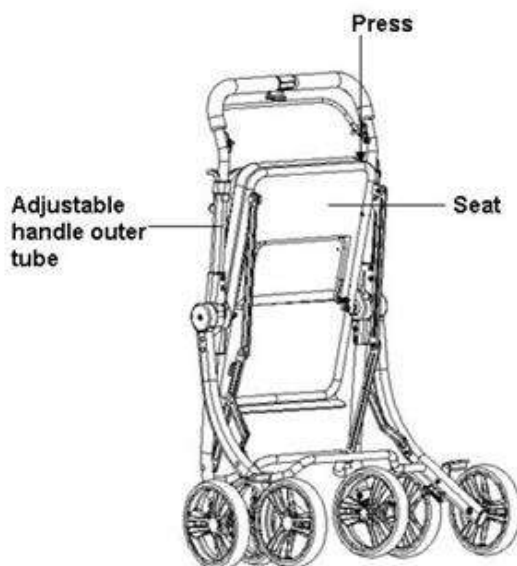

Figure 1
- Une main saisit la plaque d'assise et appuie vers le bas, tandis que l'autre main tient le tube de poignée réglable et le tire vers l'extérieur, comme montré sur la Figure 1, jusqu'à ce que le chariot soit complètement ouvert. Lorsque vous entendez un "clic", cela signifie que le chariot est correctement déplié.